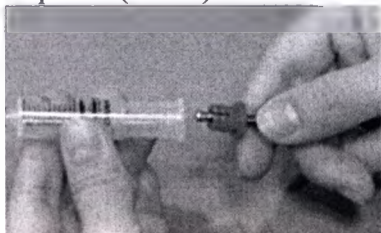

Рис.7.
5. Снимите округлую крышку с конца поршня резервуара. Вместо нее вставьте и закрепите пластмассовую часть соединительного винта инсулиновой помпы DANA Diabecare в полости поршня (Рис.7).